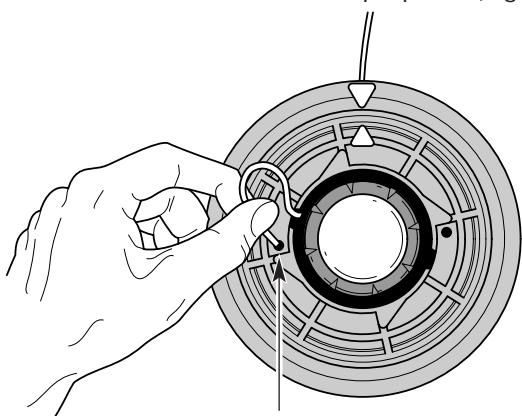

Fig. 14
5. Inserte la línea en el orificio de cierre (Fig. 14). No empuje la línea más de 1/2 pulgada (12.7 mm) dentro del orificio de cierre. Cuando la línea está bien insertada, formará un bucle pequeño (Fig. 14).